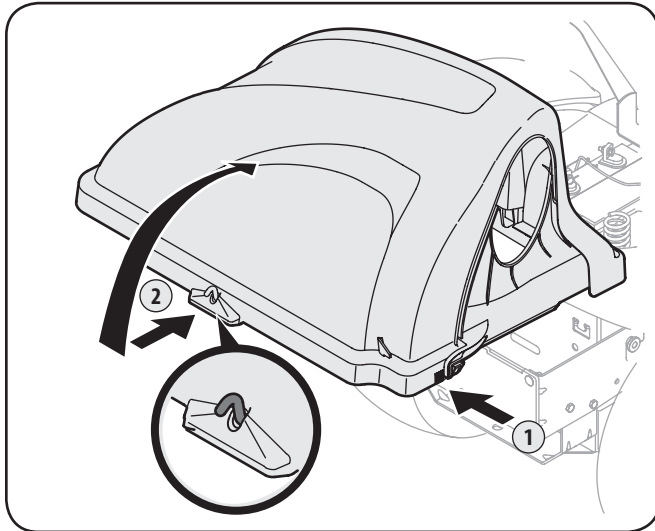

Figure 4-16
6. Enfoncez l'onglet d'arrière de droite de l'ensacheuse avec votre main droite pour l'ouvrir, comme illustré au point (1) de la Figure 4-16, et soulevez le couvercle en plaçant votre main gauche au centre, à l'arrière du couvercle de l'ensacheuse, comme illustré au point (2).